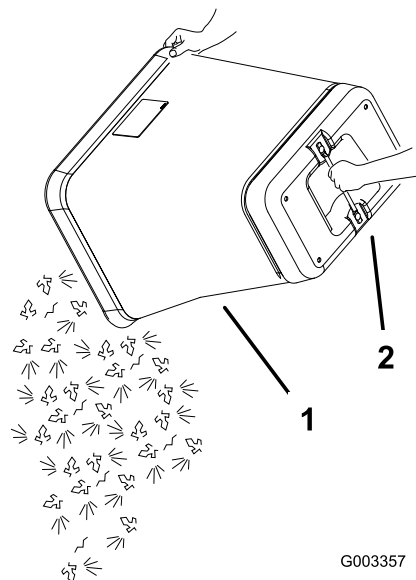

Figura 40
5. Sujete el asa situada en el fondo de la bolsa y vuelque ésta para vaciarla (Figura 40).